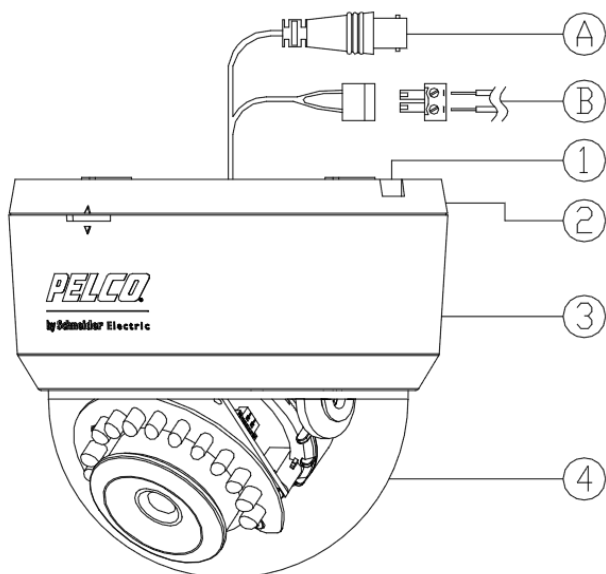
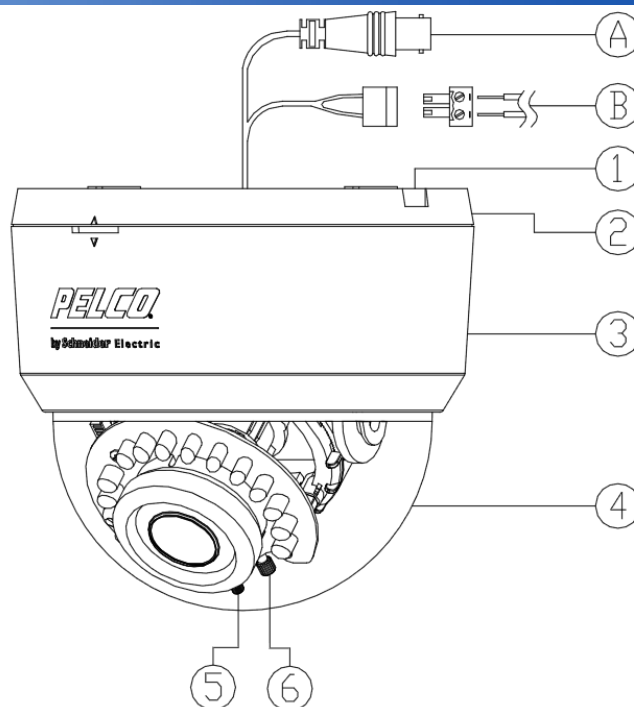

Figure 1-4 FD1-IRF4
Figure 1-5 FD1-IRV9
2.2(B) Branchement des fils
Référez-vous à la Figure 1-4 et à la Figure 1-5 pour brancher le connecteur de sortie vidéo (A) et le connecteur d'alimentation 12V CC (B).